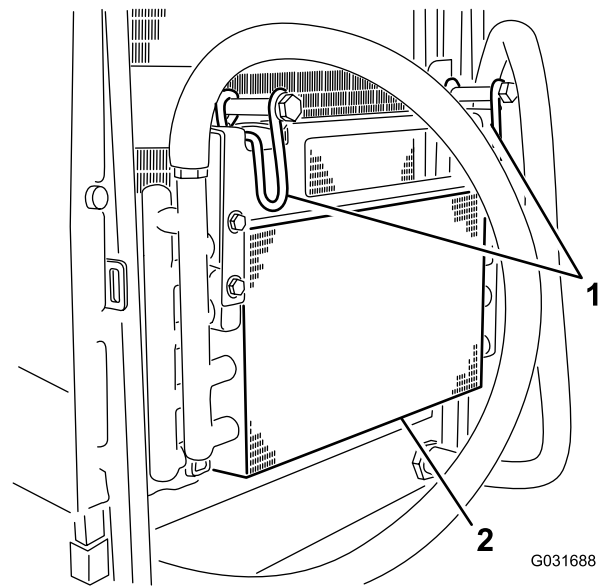

図 51
5. オイルクーラのラッチを内側に倒してオイルクーラを外す 図 51。